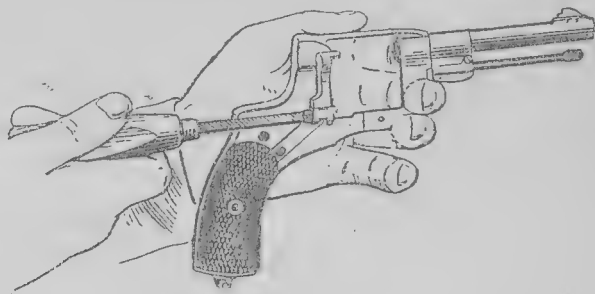

Рис. 40. Как отвинтить винт двери
15) отделить дверцу и ее пружину: отвинтить винт пружины дверцы; отвинтить и вынуть винт дверцы (рис. 40); вынуть дверцу и ее пружину;